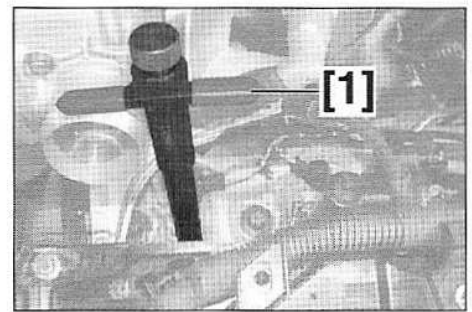

FIG.48
- Desserrer de quelques tours l'outil [1] (Fig.48).
- Mettre en place l'outil [1] sur la rondelle d'étanchéité (11) dans le puits d'injecteur.
- Bloquer la rondelle d'étanchéité (11) en serrant à fond la vis de l'outil [1].